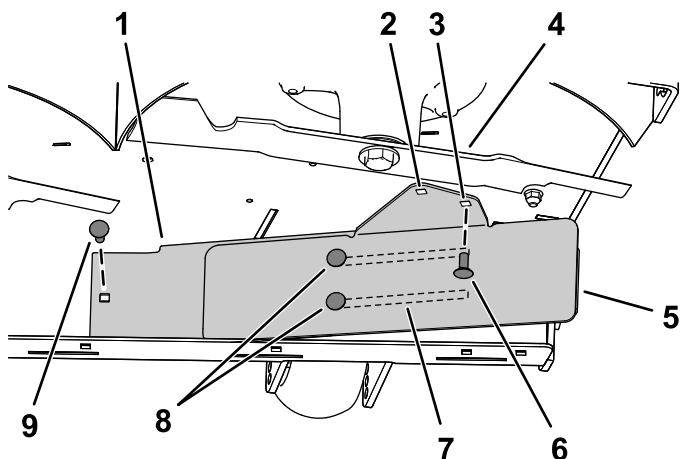

Figura 10
3. Montați partea stângă a deflectorului utilizând un urub de fixare ( $5/16 \times 3/4$ ") și o piuliță cu guler ( $5/16$ ") așa cum este indicat în Figura 10.
4. Slăbiți cele 2 uruburi de fixare ( $5/16 \times 3/4$ ") din fantele deflectorului și glisați deflectorul până când orificiul se aliniază cu orificiul de pe puntea mâinii de tuns iarba (Figura 10).
5. Montați deflectorul așa cum se arată în Figura 10.
- Important:** Asigurați-vă că utilizați orificiul corect pentru deflector; consultați Figura 10.
6. Strângeți cele 2 uruburi de fixare ( $5/16 \times 3/4$ ") în fantele deflectorului (Figura 10).